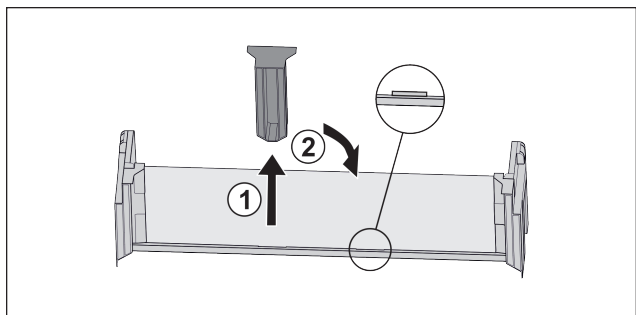

Fig. 103
- ▶ Snemite sredinski držalni del Fig. 103 (1).
- ▶ Sredinski držalni del vstavite na drugem položaju Fig. 103 (2).